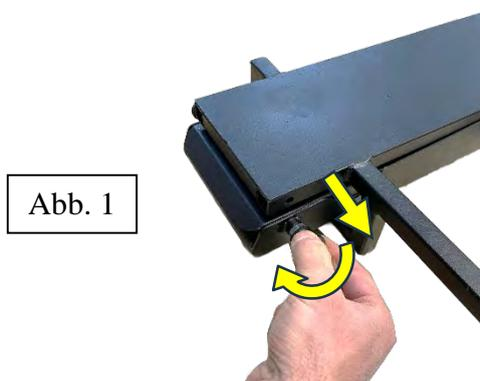

Abb. 1
7. Jede Schiene ist an den Seiten mit zwei federbelasteten Klappen ausgestattet, von denen die rechte durch Drehen um 90° in geöffnete Position arretiert werden kann. Ziehen Sie sie nach außen und drehen Sie sie (Abb. 1).